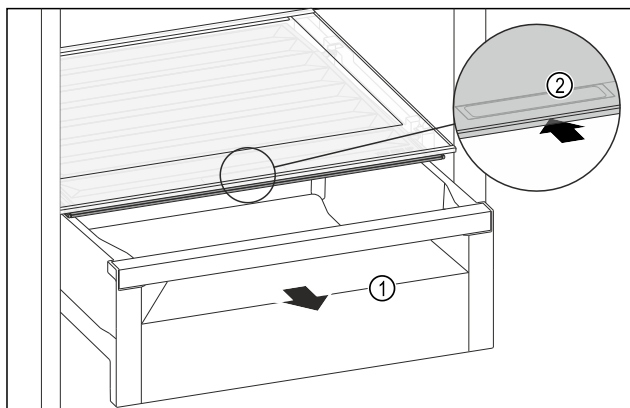

Fig. 162
- Изтеглете чекмеджето Fig. 162 (1).
- Хванете вдлъбнатия захват Fig. 162 (2) на капака на отделениято и едновременно с това избутайте назад капака на отделениято.